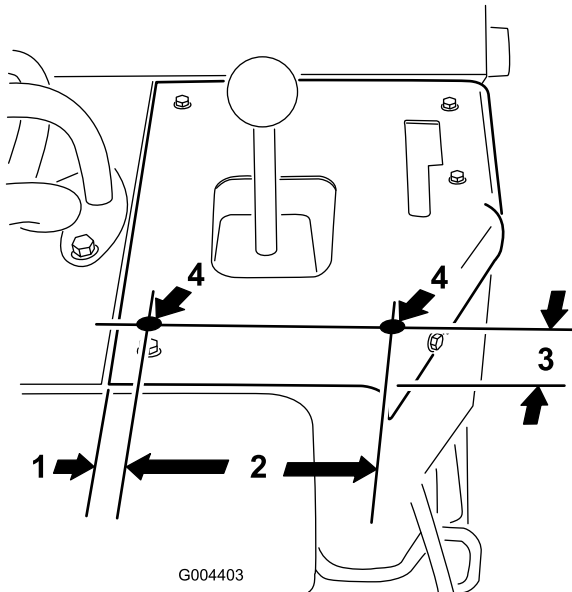

Figure 8
2. Localisez et percez 2 trous ( $\frac{3}{8}$ " de diamètre) dans le panneau de commande, sous le levier du bras de chargeuse (Figure 8).